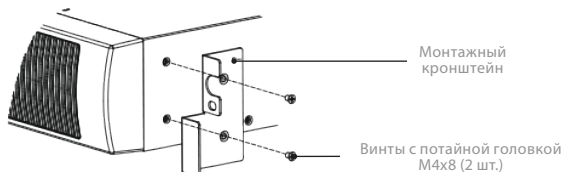

Рис. 3 Установка монтажных кронштейнов
- и. Совместите монтажные кронштейны с отверстиями для винтов на каждой стороне ИБП и закрепите с помощью потайных винтов M4x8 (см. рис. 3).